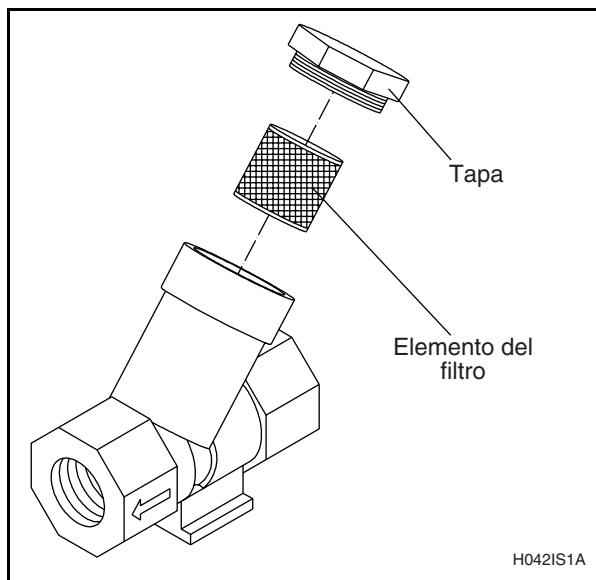

Figura 52
5. Limpie el filtro de vapor (donde corresponda). Vea la Figura 52.